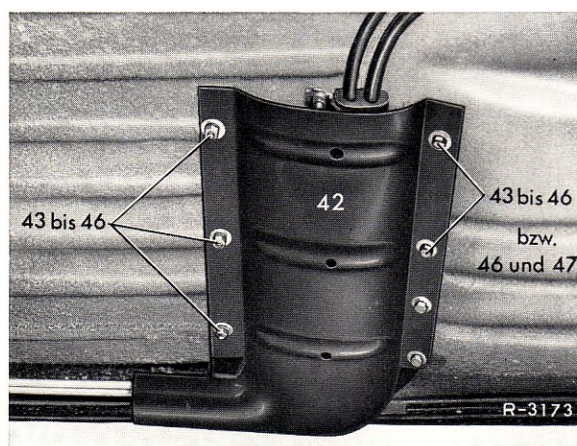

Bild 52-1/16
23. Unterschutz (42) an den Rahmenboden andrücken und mit einem Bohrer von 8,5 mm ϕ bei allen Limousinen 7 Löcher in den Rahmenboden, bei den Coupés und Ca-
bríolets 3 Löcher mit 8,5 mm ϕ und 4 Löcher mit 4,8 mm ϕ , bohren. Dabei die Löcher im Unterschutz (42) als Schablone benutzen. Anschließend mit den Teilen Pos. 43 bis 46 bzw. bei den Coupés und Cabriolets Pos. 43 bis 47 anschrauben (Bild 52-1/16).